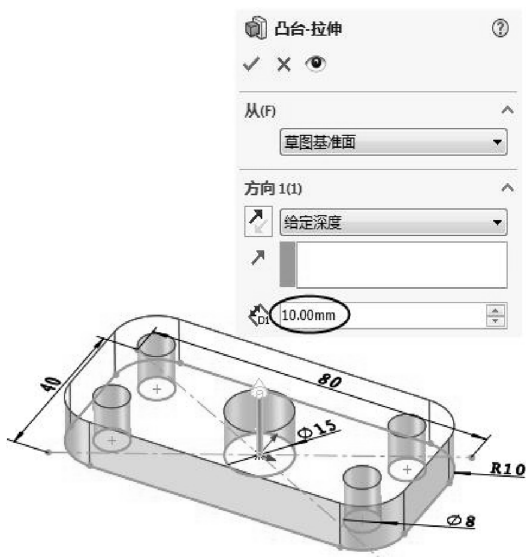

图 3-9 创建拉伸特征
- 04 在【凸台-拉伸】属性面板中保留默认的拉伸类型，输入拉伸高度为 10，单击【确定】按钮 ，完成拉伸特征的创建，如图 3-9 所示。